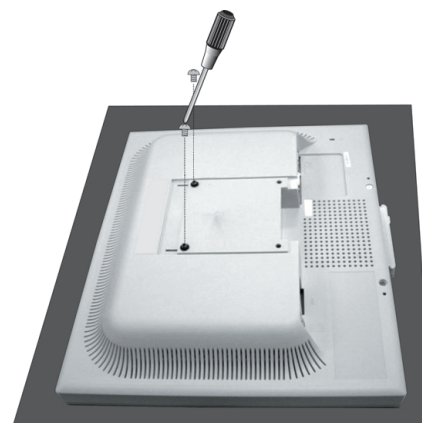

Рисунок S.4
6. Отверните 2 винта в верхней части монитора (**Рисунок S.4**). Теперь монитор готов к установке в другом положении.